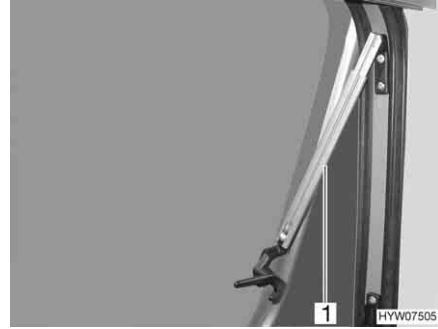

Fig. 56 Ventana abatible con soportes automáticos, abierta
- Abrir la ventana abatible hasta la posición de enclavamiento deseada. El soporte automático (Fig. 56,1) engatilla automáticamente.